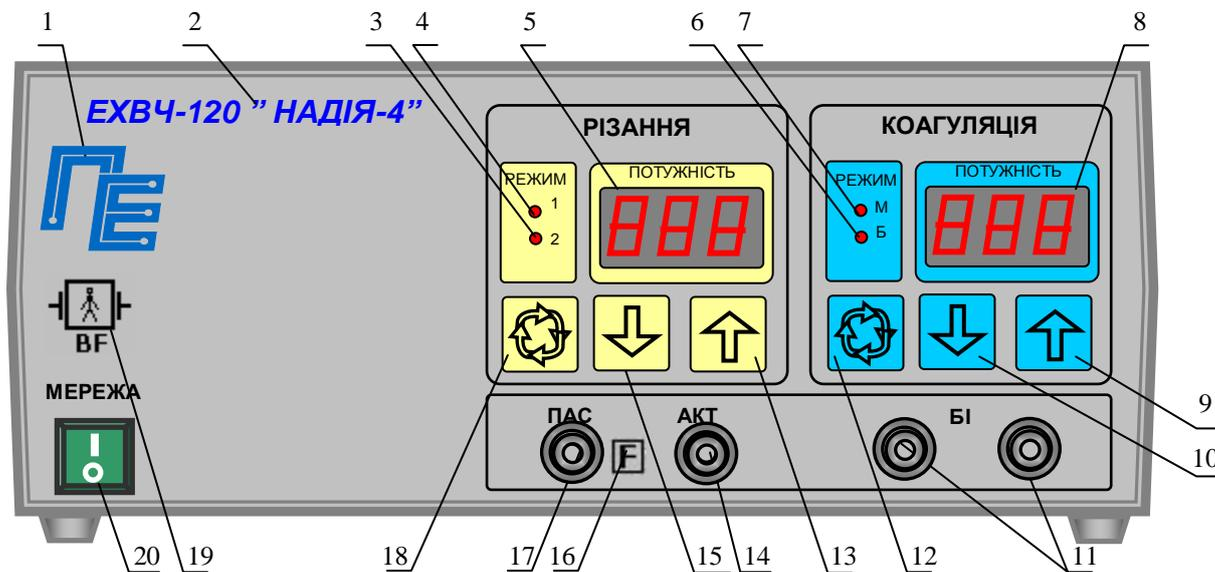
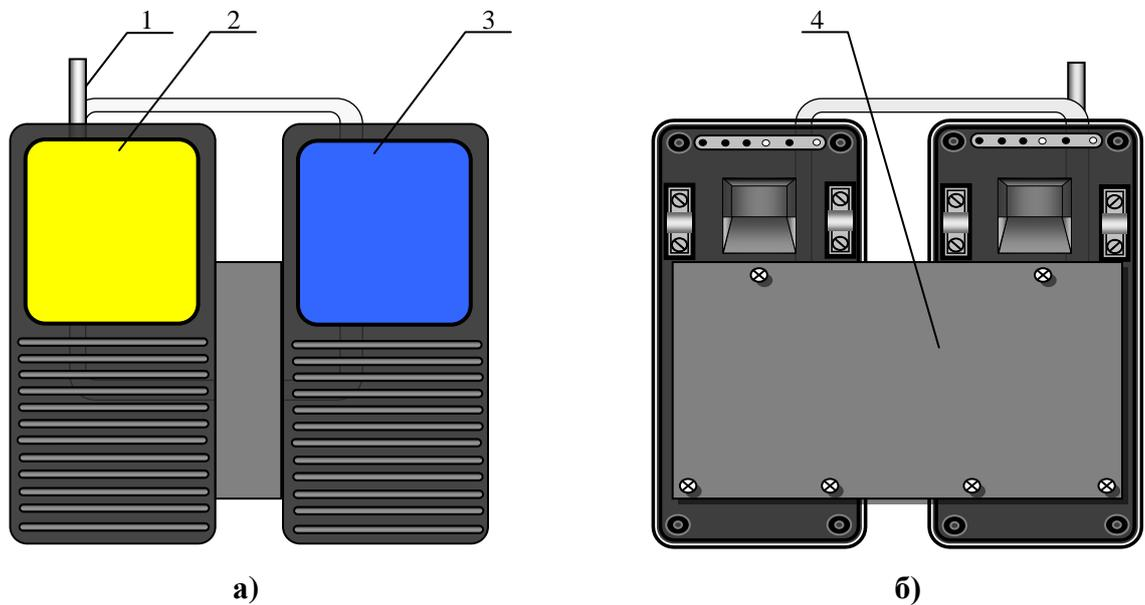

Рис.1. Передня панель електронного блоку.
Рис. 3. Ножна педаль
Конструктивно апарат виконаний у вигляді двох окремих блоків - електронного блоку (рис. 1,2) і ножної педалі (рис. 3).
На передній панелі електронного блоку розташовані наступні органи управління і індикації (рис.1):
Конструкція ножної педалі (рис.3) є підлоговою конструкцією, на якій розташовано дві рухомі платформи: ліва (2) - для включення виду роботи РІЗАННЯ, права (3) - КОАГУЛЯЦІЯ.
- включити апарат, для чого встановити вимикач “МЕРЕЖА” в положення “**I**”. При цьому висвітлюються індикатори: “МЕРЕЖА”, вибраних режимів роботи. На індикаторах (5,8 рис.1) висвітлюються цифри встановленого рівня вихідної потужності;
- перевірити переключення режимів роботи, для чого послідовно натискаючи кнопки (12, 18 рис.1), переконатися, що апарат послідовно перемикає режими 1, 2 для РІЗАННЯ і режимів М, Б для КОАГУЛЯЦІЯ по послідовному загорянню відповідних індикаторів (3, 4, 6, 7 рис.1);
- перевірити регулювання рівня вихідної потужності, для чого, натиснувши кнопки управління (9, 13 рис. 1), переконатися, що відбувається збільшення показань індикатора рівня вихідної потужності, а натиснувши кнопки управління (10, 15 рис.1), переконатися, що відбувається зменшення показань індикатора рівня вихідної потужності. Перевірку провести як для виду робіт РІЗАННЯ так і для виду робіт КОАГУЛЯЦІЯ. Слід пам'ятати, що встановлені рівні вихідної потужності запам'ятовуються для кожного виду і режиму роботи. Види роботи включаються тільки по черзі.